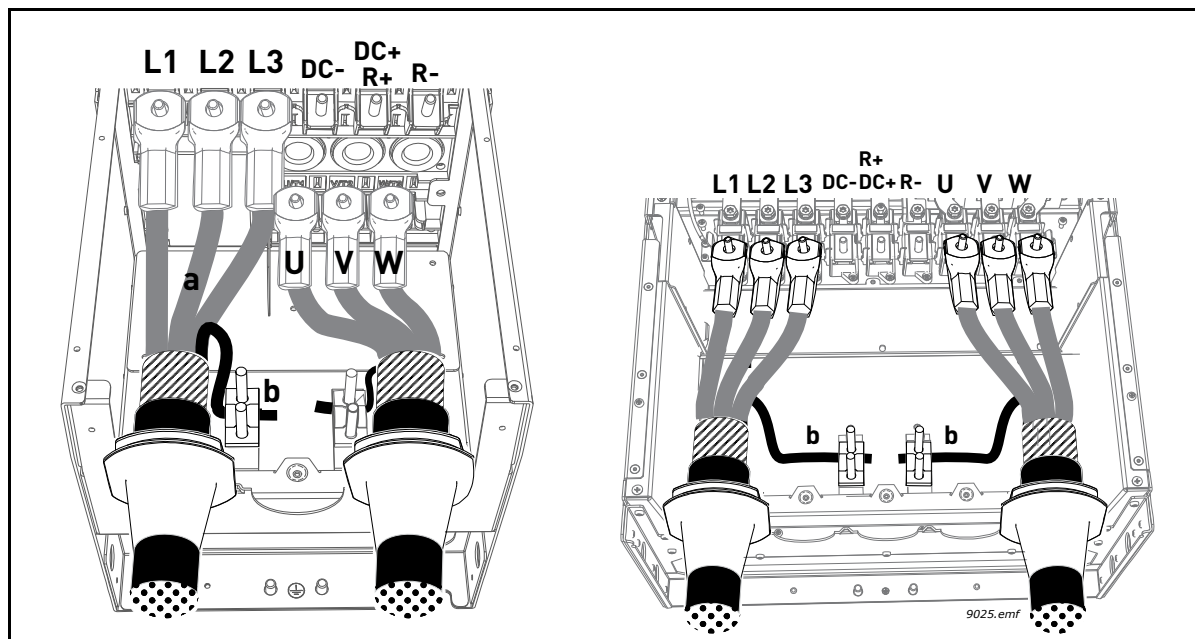

Рис. 45. Подключение кабелей питания, слева: MR8, справа: MR9
- Оставшиеся части экранов всех кабелей скрутите в «косички» и присоедините к заземлению, как показано на Рис. 45 (b), с помощью зажима из пакета с дополнительными принадлежностями.